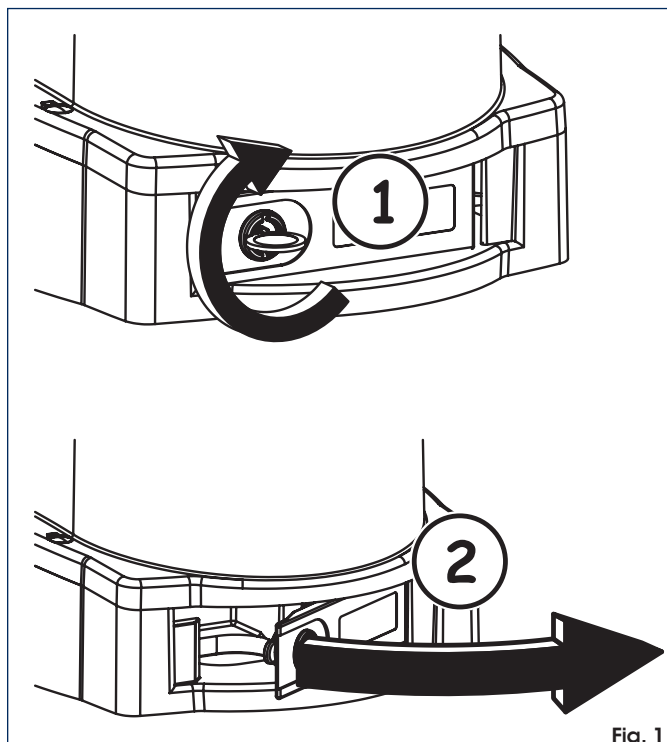

Fig. 1
- Avec une pièce de monnaie, tourner la serrure en sens horaire jusqu'à son arrêt (Fig. 1 réf. ①).
- Tirer le levier d'après la fig. 1 réf. ②.